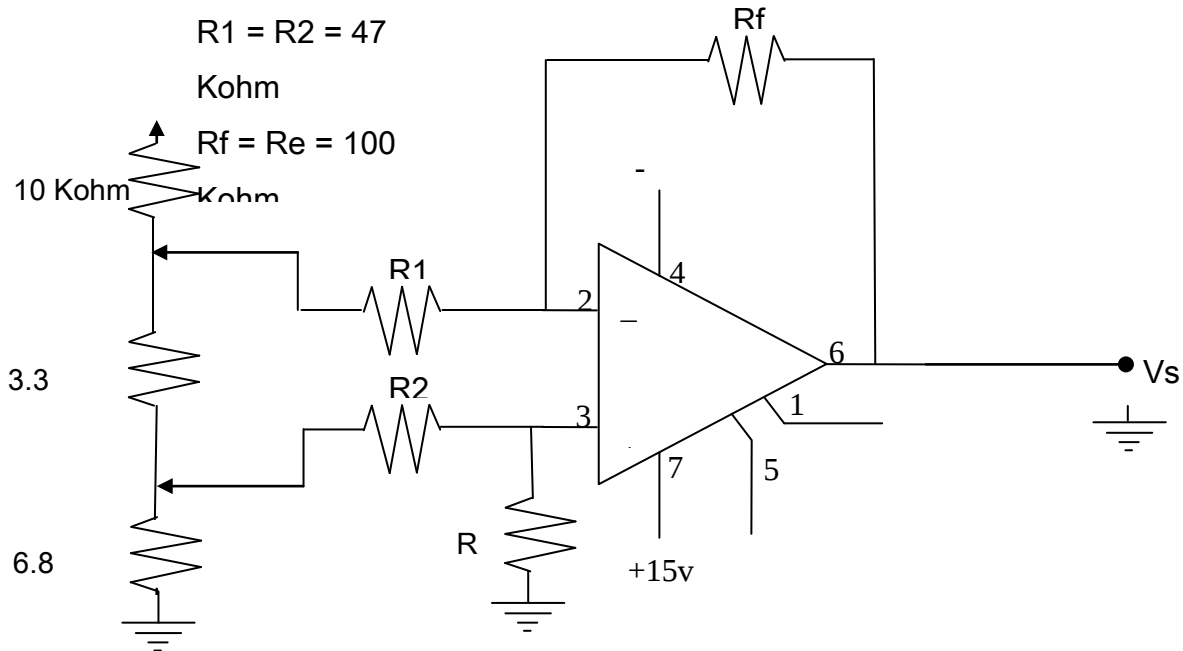

Figura 3b. Amplificador diferencial.
Cuatro resistores y un Op-Amp componen un amplificador diferencial, como se muestra en l figura 3b. Hay dos terminales de entrada, etiquetadas como: (-) entrada, y (+) entrada, correspondientes a las terminales del Op-Amp.
- Conecte el circuito de la figura 3b.